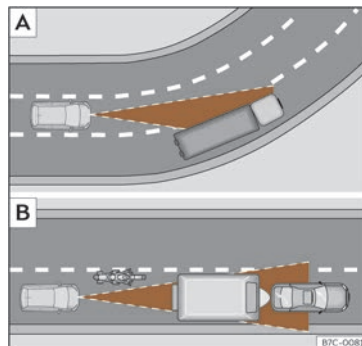

Fig. 176 [A] Vehículo nunha curva. [B] Motociclista circulando por diante fóra do radio de acción do sensor de radar.
O ACC podería non detectar en curva o vehículo precedente ou podería regular a distancia con vehículos que se atopan noutros carrís >>> **fig. 176** [A].
- Vehículos que circulen sen aliñación ou fóra da zona de detección do sensor, por exemplo, motocicletas >>> **fig. 176** [B].